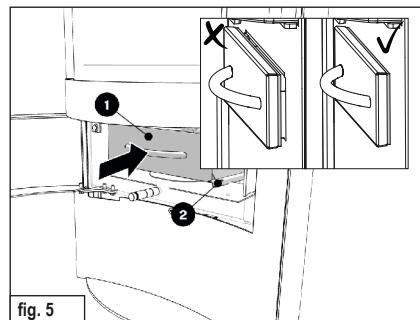

fig. 5
- Riposizionare il coperchio (②) (fig. 5).
- ✓ Spingere il cassetto di raccolta della cenere (①) di nuovo nell'apertura in modo tale che esso collida con la guarnizione (fig. 5).